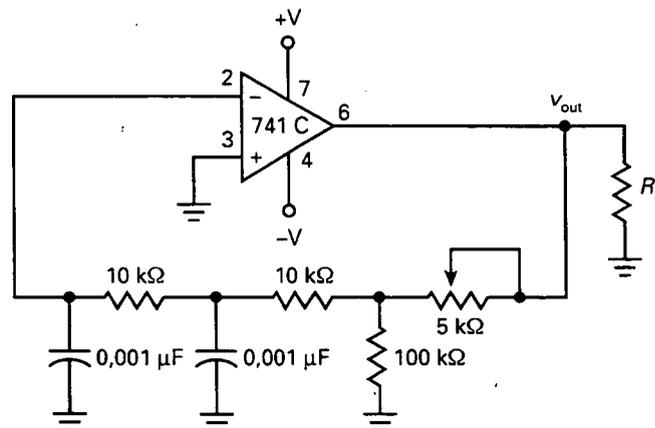

Figura 23-51
- 23-31. En la Figura 23-51 se observa un oscilador de desplazamiento de fase con un amplificador operacional. Si $f_{2(LC)} = 1$ kHz, ¿cuál es el desplazamiento de fase en 15,9 kHz?